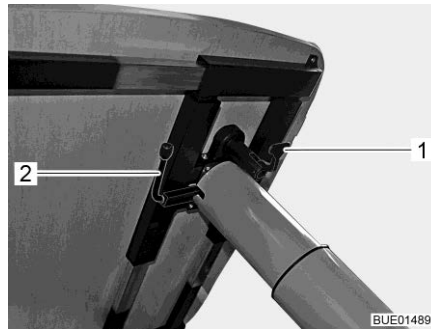

Fig. 128 Regolazione del tavolo rialzabile
- Tirare verso il basso la leva di serraggio (Fig. 128,1).
- Ruotare la leva (Fig. 128,2) sotto il piano del tavolo di 180° in senso orario. Il meccanismo di sollevamento nel piede del tavolo viene sbloccato.
- Ruotare la leva (Fig. 128,2) sotto il piano del tavolo di 180° in senso orario. Il piano del tavolo va automaticamente verso l'alto fino al fine corsa.